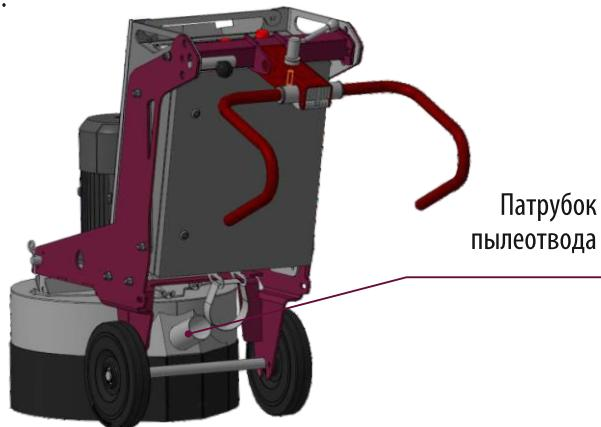

Рис. 3 Подсоединение пылесоса
- Шланг пылесоса одевается на патрубок для отвода пыли, расположенный на рабочей части машины (Рис. 3).